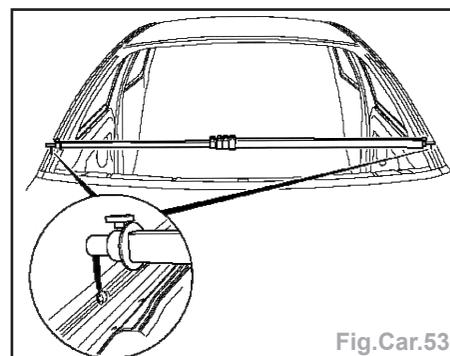

Fig.Car.53
- Mesurer le montant A (Fig.Car.53) :